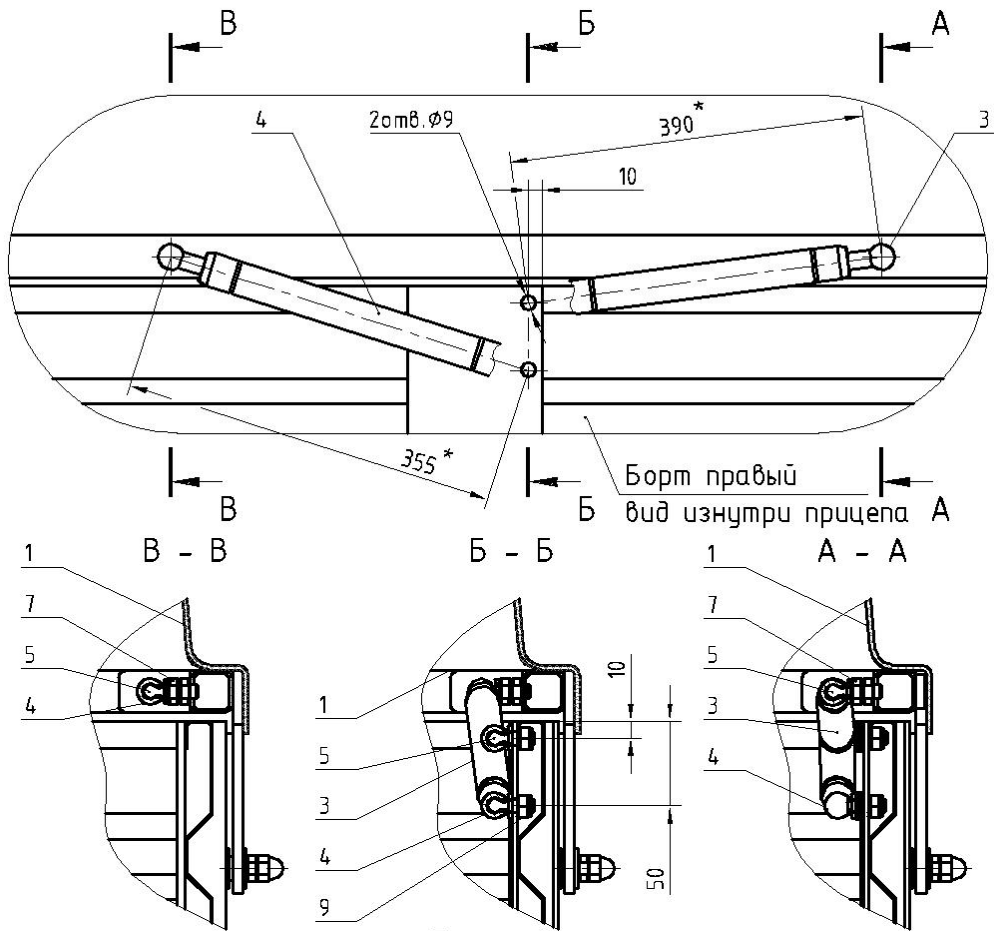

Рисунок 2.
11. Прикрутить верхние шаровые шарниры 5 через дистанционную гайку 7 (рис. 2, сечение А-А и сечение В-В).
12. Просверлить отверстие $\varnothing 9\text{мм}$ в левом и правом борту прицепа на расстоянии 10мм и 50мм от верхнего края борта и 10мм от заднего края стойки, как показано на рис.2.
13. Прикрутить нижние шаровые шарниры 5 (рис. 2, сечение Б-Б).